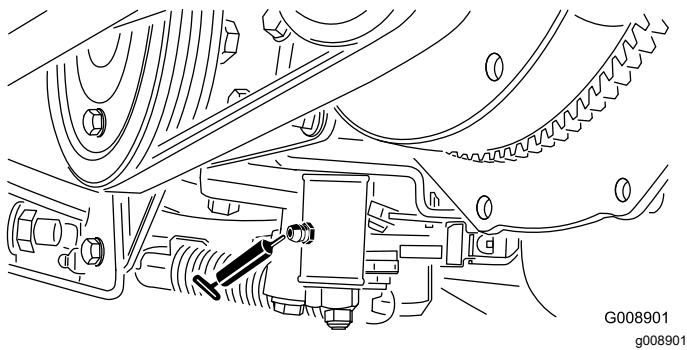

Figura 40
- Mecanismo de ajuste de punto muerto (**Figura 40**)